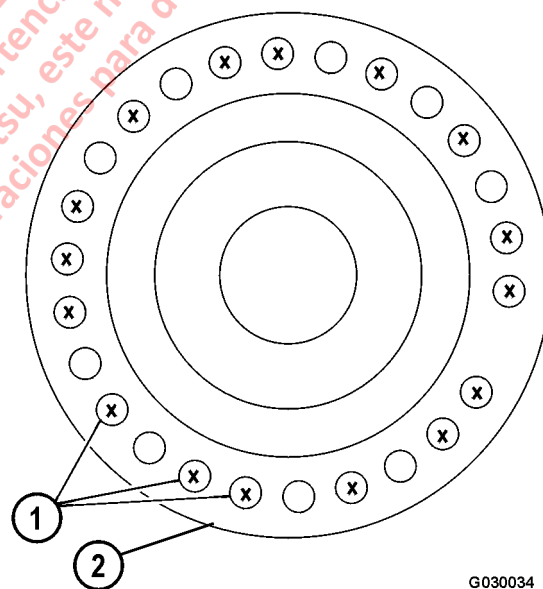

FIGURA 3-4. HERRAMIENTA PARA EXTRAER EL HUSILLO
- Consulte la Figura 3-4. Retire solo los pernos que están designados con una "X".